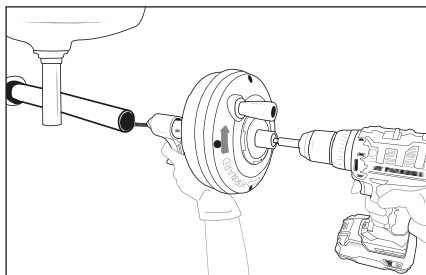

Fig. 3
- 8) Kontrollér, om produktet kan holdes med en afstand på højst 10 cm til afløbsåbningen. Hvis afstanden til afløbsåbningen er større, øges risikoen for, at spiralen ⑧ vrides eller knækker. Hvis afstanden er større, skal afløbsåbningen forlænges med rør og tilslutninger af samme størrelse, så produktet maksimalt kan anbringes 10 cm foran afløbsåbningen (se fig. 3). Hvis spiralen ⑧ ikke støttes rigtigt, kan den knække, vrides og beskadiges, eller betjeningspersonen kan kvæstes.
- ▶ Overhold betjeningsanvisningerne for at reducere faren for tilskadekomst på grund af elektrisk stød, drejet eller ødelagt spiral ⑧, svirpende spiralender, produktet der vælter, kvæstelser på grund af kemikalier, infektioner og andre årsager.
- 7) Drej tromlen **2** i urets retning (kan ses på pilen på bagsiden af tromlen **2**, se fig. 3), og tryk på udløseren **6**. Ved aktivering af udløseren **6** føres spiralen **8** ind i afløbet.